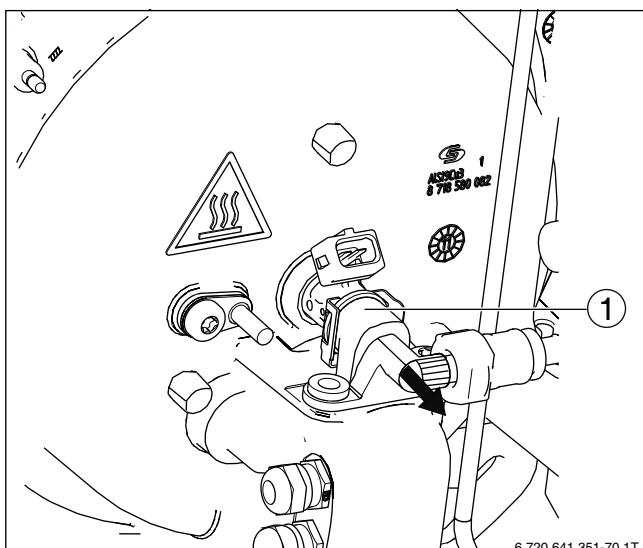

Bild 81 Brennereinspritzventil mit Anschlussstück
- Brennereinspritzventil mit Anschlussstück (→ Bild 81, [1]) herausziehen.